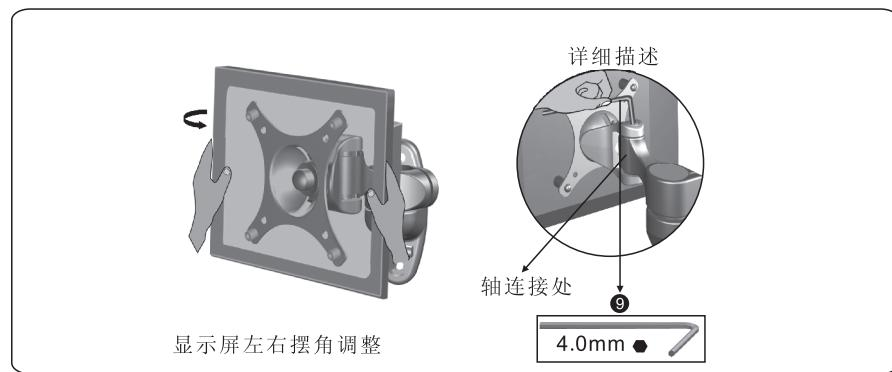

图: 4-3
- 通过增加或减少阻尼来调整显示屏的左右摆角。调整转臂前边的螺丝来固定此位置（如图 4-3）。